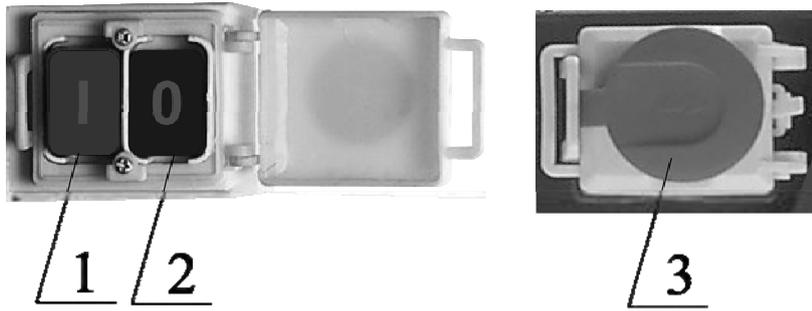

Рисунок 4.
пасности станок снабжён кнопкой «СТОП» (3) с замком. Кнопка используется как кнопка аварийной остановки (см. рис. 4).